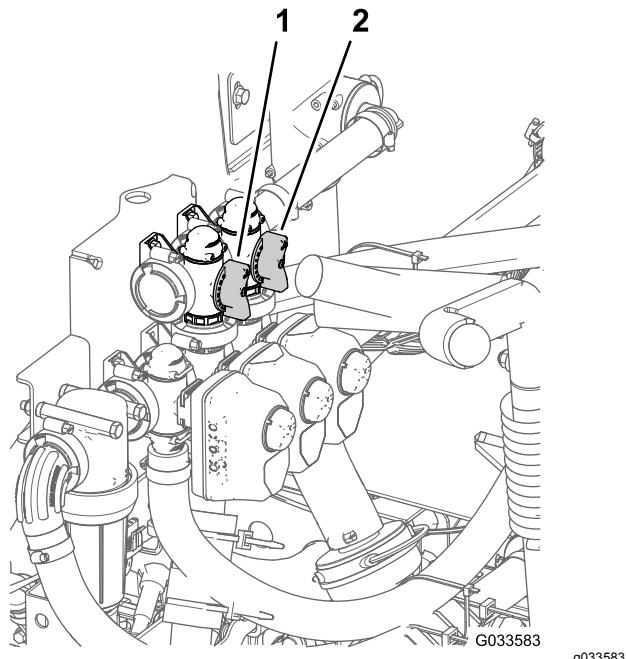

Figura 89
11. Regolate la valvola di bypass dell'agitatore (Figura 89) sul retro della valvola dell'agitatore fino a quando il valore della pressione sul misuratore corrisponde a 6,9 bar.
- Per il **modello automatico HDX**, spostate la trasmissione in posizione di parcheggio (P).
8. Regolate la stegola di bypass principale della barra per controllare la quantità di agitazione nel serbatoio (Figura 89).